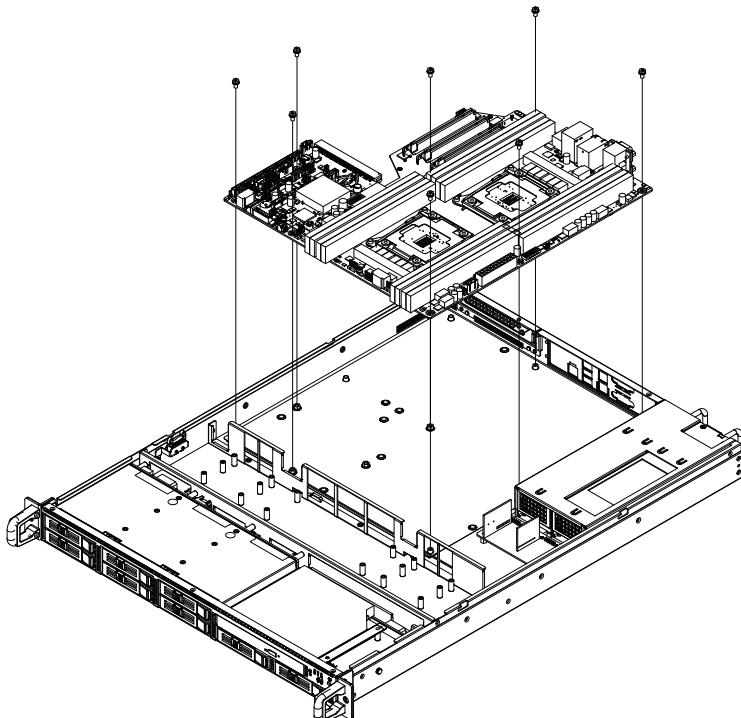

Figure 2.4 Installing a Motherboard/ 安装母板 / 安裝主機板
2. Attach the motherboard I/O shielding onto the rear plate first. Then fasten the motherboard onto the chassis. (see Figure 2.4)
2. 将主板的 I/O 屏蔽衬垫放在后面板上，然后把主板固定在机箱上（如图 2.4 所示）。